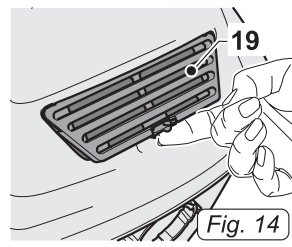

Fig. 14
- Desenganchar el filtro (19 Fig.14) y retirarlo del aparato.